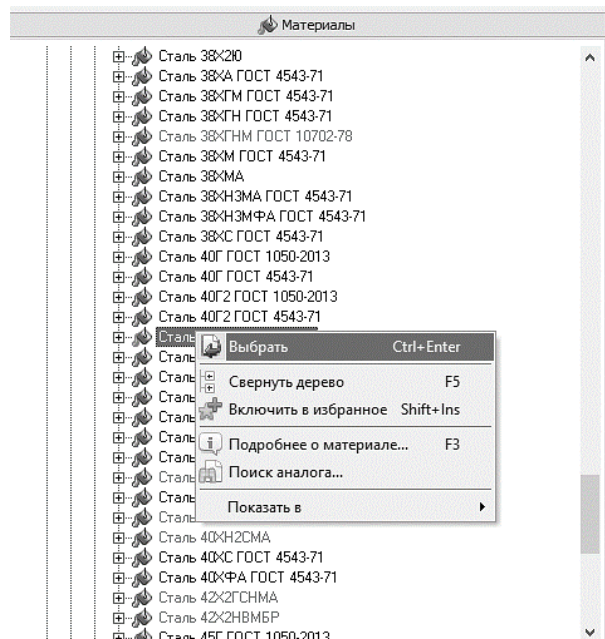

Рис. 9. Выбор материала
1.1.11 Далее найдите нужную сталь (например, Сталь 40Х ГОСТ 4543-71) и укажите ее правой кнопкой мыши и в появившемся меню выбрать «**Выбрать**» (рис. 9).